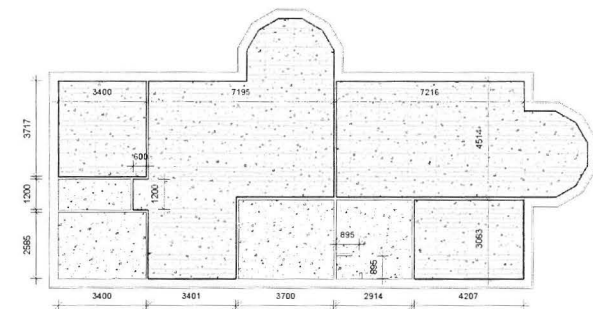

Fig. 07.20. Marker trægulvet.
- Marker igen gulvet (Fig. 07.20).